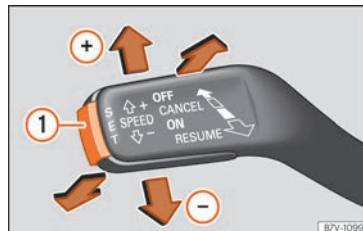

Abb. 251 Links an der Lenksäule: dritter Hebel für die Bedienung der GRA.
- Drücken Sie die Taste **SET** »» **Abb. 251** ①.
- Drücken Sie die Taste **SET** »» **Abb. 251** ①, um die Geschwindigkeit in kleinen Schritten von 1 km/h (1 mph) zu reduzieren.